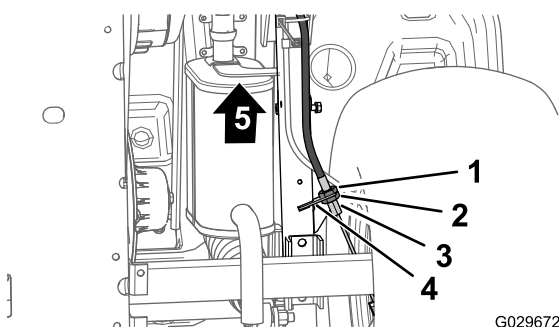

Figure 71
3. Au bas de la machine, desserrez de 4 trous l'écrou de blocage arrière du régleur fileté sur le câble de frein de stationnement (Figure 71).
4. Resserrez l'écrou de blocage avant (Figure 71).
- A. Desserrez d'un tour l'écrou de blocage avant (Figure 71) du régleur fileté du câble de frein de stationnement.
- B. Resserrez l'écrou de blocage arrière (Figure 71).
- A. Desserrez d'un tour l'écrou de blocage arrière (Figure 71) du régleur fileté du câble de frein de stationnement.
- B. Resserrez l'écrou de blocage avant (Figure 71).